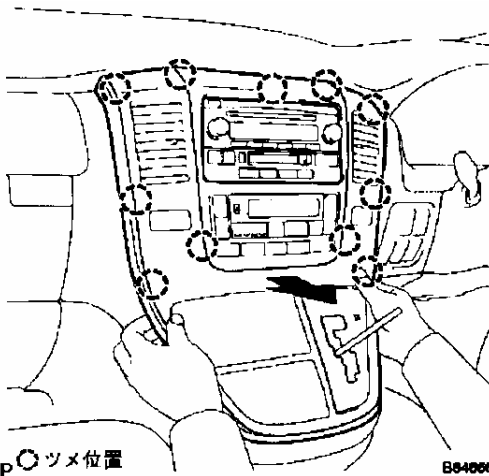

図3
6. 図3の位置に指を掛け、下側から順に1 1箇所のかん合をはずす。